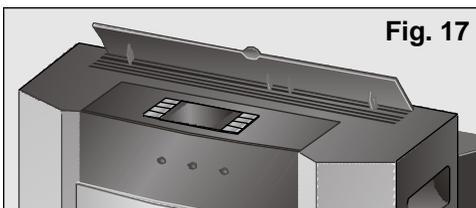

Fig. 17
- Levantar el orientador de aire situado en la parte superior del equipo. Fig. 17.